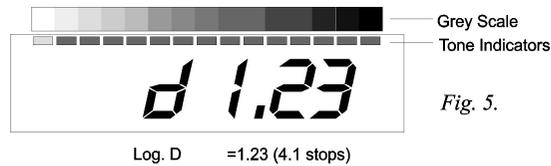
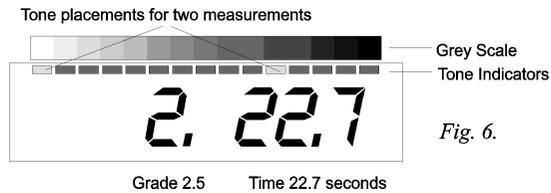

Fig. 5.
Fig. 6.
Positionnez la sonde de mesure dans une haute lumière (zone sombre du négatif) de l'image puis appuyez brièvement sur le bouton mesure. Après un délai sensiblement plus long (permettant à la sonde de s'adapter à un niveau d'éclairage plus faible), la valeur de densité en valeurs logD est affichée temporairement (Fig. 5) suivie par la nouvelle valeur d'exposition et deux diodes seront allumées face à l'échelle de gris comme sur la Fig. 6. La valeur d'exposition est ajustée de façon à obtenir un gris presque blanc (une densité de 0,04 logD) pour les hautes lumières. Ajustez les réglage du grade comme suit :
2. La diode représentant la mesure la plus récente va clignoter pendant un court moment. Pendant ce temps la densité relative du point mesuré en unités logD. (voir Fig. 5) La densité mesurée l'est toujours par rapport au point le plus clair mesuré. Si vous voulez obtenir des mesures de densité utiles, assurez vous d'avoir mesuré le point le plus clair du négatif en premier (ombre la plus profonde du tirage).